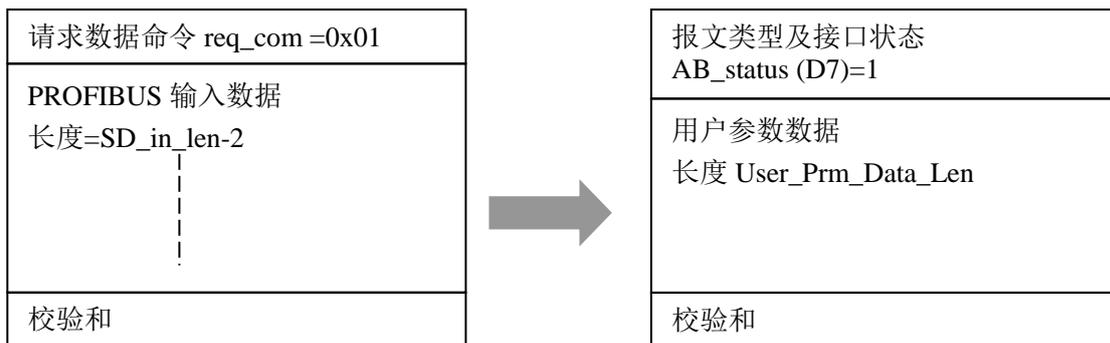

图 4-9 用户模板发一输入数据报文 req_com=0x01，接口板答一输出数据报文格式 B
② 如果 req_com =0x01，即用户模板请求读取更新的用户参数数据，接口板将回答“输出数据报文 B”（包括：报文类型及接口状态 AB_status、用户参数、校验和）。如图 4-9: